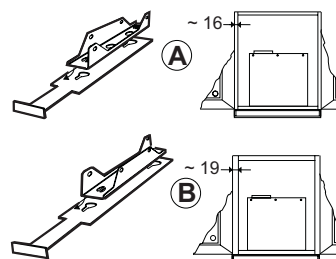

Fig. 7.2
2. Mät tjockleken på väggarna i skåpet (se Fig. 7.2). Vanligaste tjocklekarna är 16 eller 19 mm. Om du har en annan tjocklek välj det närmaste måttet.
3. Montera upphängningsbalkarna (se Fig. 7.2) på monteringsmallen. Bilderna illustrerar skåpets vänstra sida. Fig. A för 16 mm och fig. B för 19 mm skåp.